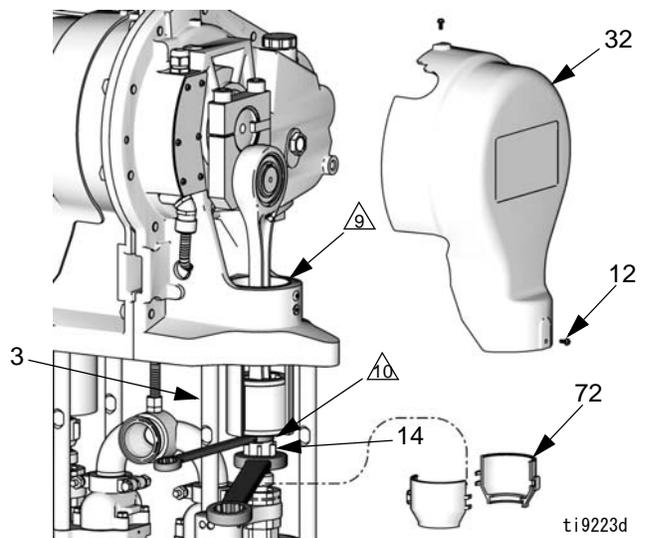

図5. 結合ナットの取り外し
- 4本のネジ(12)およびカバー(21, 32)を取り外します。図5にはスタンド側のカバー(32)が示されています。モーター側のカバーは(21)です。